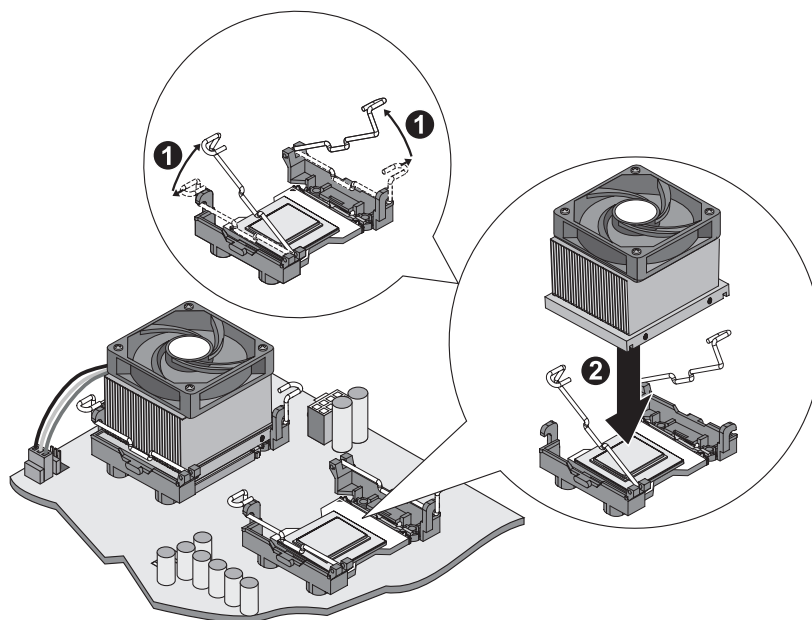

Figura 2-18. Posizionamento del dissipatore di calore
5. Aprire le leve di blocco su entrambe le staffe estraendole dallo zoccolo e ruotandole in posizione verticale. Posizionare, quindi, il dissipatore tra le staffe sul processore. Fare riferimento alla figura 2-18.
2. Aprire le leve di blocco su entrambe le staffe. Fare riferimento alla figura 2-18.